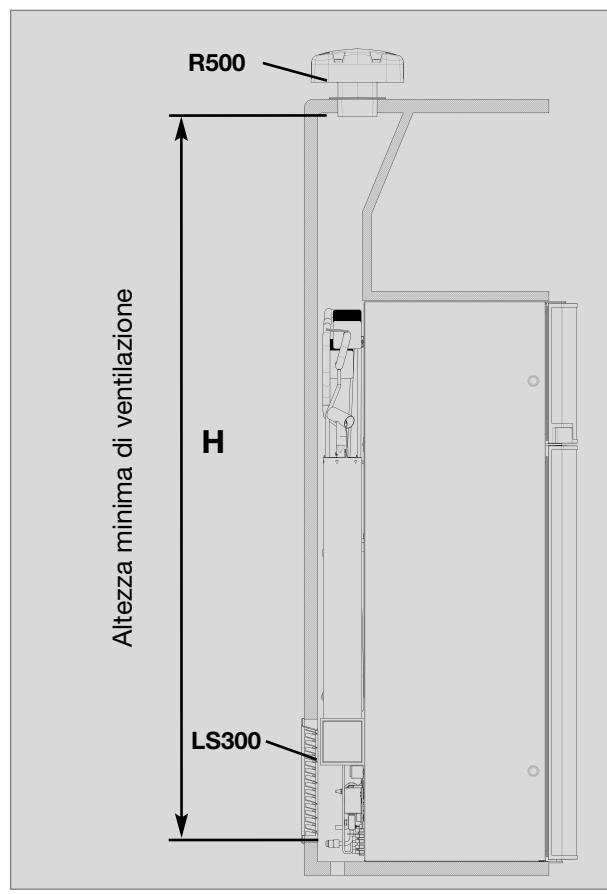
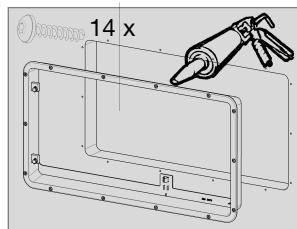

Fig. 13
Fig. 16
L'aerazione dell'aria avviene attraverso due aperture situate nella parete esterna del caravan. L'aria fresca entra dal basso e si convoglia riscaldata attraverso la grata di ventilazione superiore (effetto camino). **La grata di ventilazione superiore deve essere posta nel punto più alto possibile sopra il gruppo frigorifero (Fig. 13)** . La grata di ventilazione inferiore deve essere collocata al livello del pavimento del vano (Fig. 16), permettendo che eventuali perdite di gas (più pesante dell'aria) possano fuoriuscire direttamente all'esterno. **Il bruciatore a gas deve trovarsi al di sopra del bordo (1).**